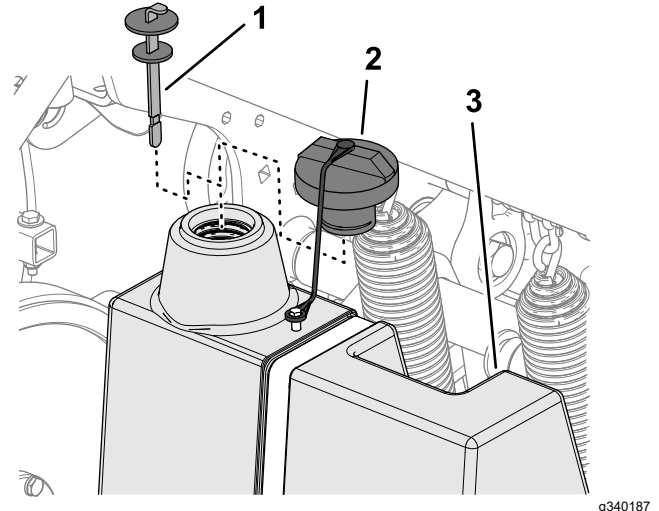

Bild 179
3. Reinigen Sie den Bereich um den Einfüllstutzen und den Deckel des Hydraulikbehälters (Bild 179). Drehen Sie den Deckel vom Einfüllstutzen ab.